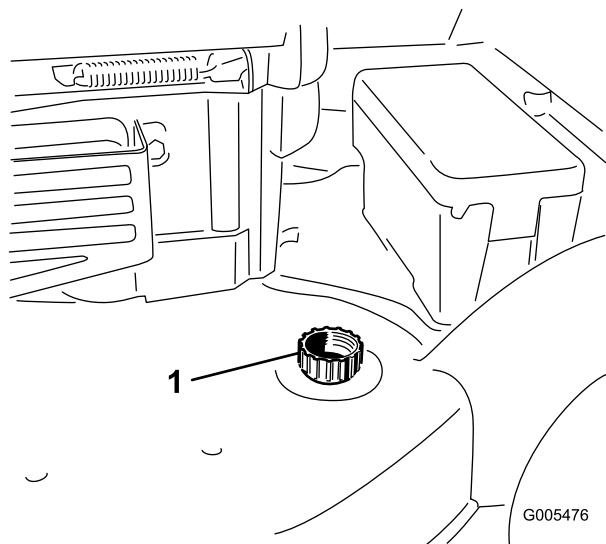

Figura 53
3. Introduzca una manguera de jardín conectada a un grifo en el orificio de lavado de la carcaza del cortacésped (Figura 53).